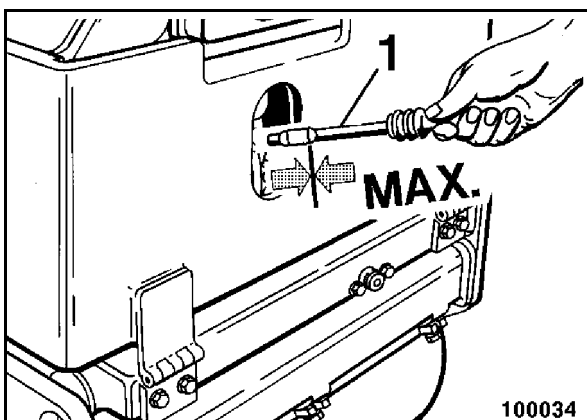

Рис. 63
- После непродолжительного пробного пуска проверить уровень масла на указателе уровня масла (1) (Рис. 63).